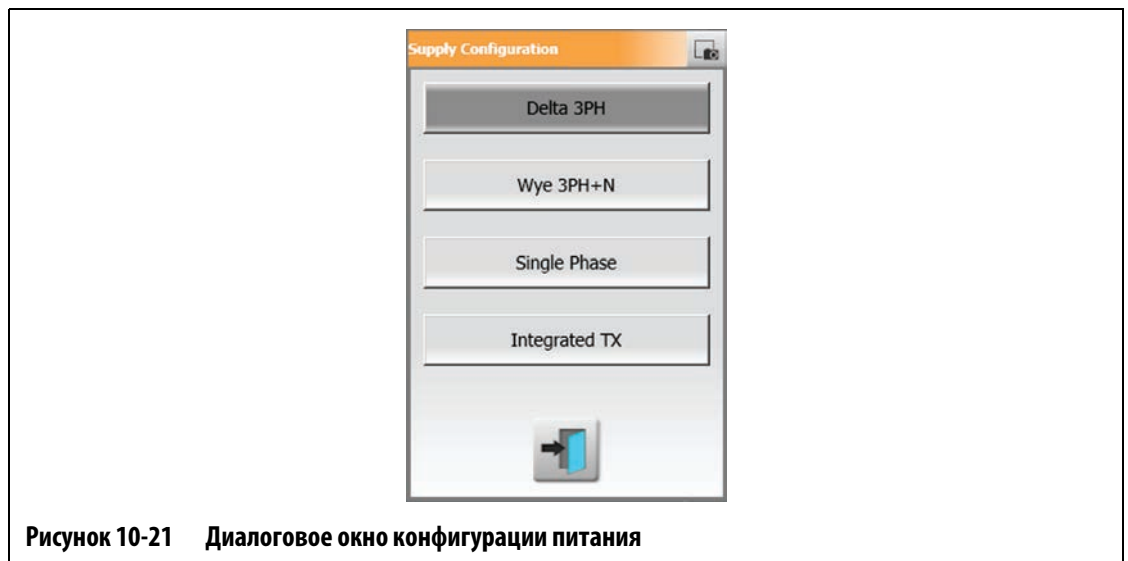

Рисунок 10-21 Диалоговое окно конфигурации питания
4. В диалоговом окне Конфигурация питания выберите необходимую настройку питания. См. Рисунок 10-21.